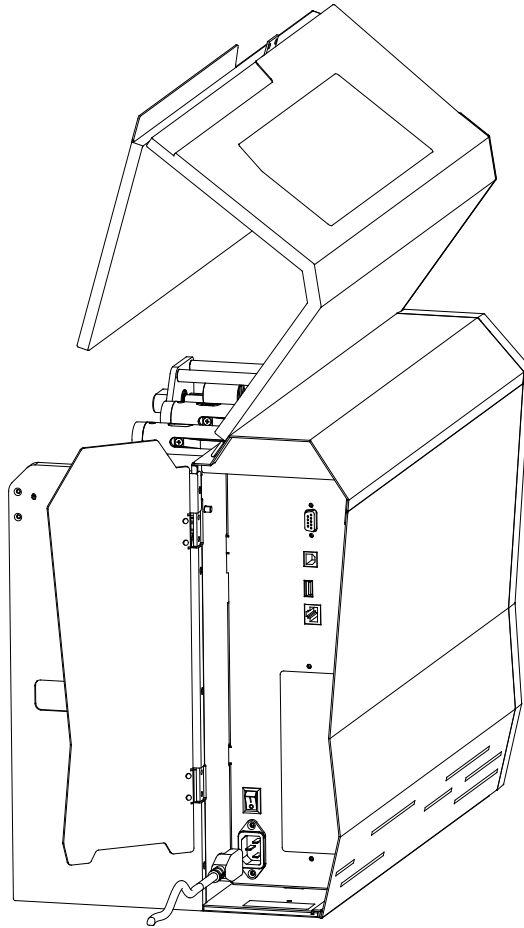

图 2-8 连接电源线
2. 将电源线的接头连接至打印机的电源接口，如图 2-8 所示。